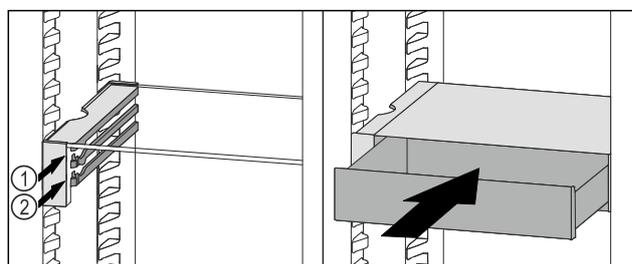

Fig. 44
- ▶ Установите выдвижной ящик VarioSafe за стопоры на требуемый выступ Fig. 44 (1) или Fig. 44 (2).